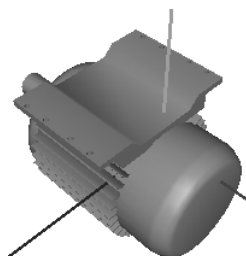

Рис. 2.89. Изображение сборки после задания стиля поворота **Y-стиль**
- щелкните во всплывающем меню по пункту **Y-стиль** для установки этого стиля поворота. Сборка будет выглядеть так, как показано на рис. 2.89.